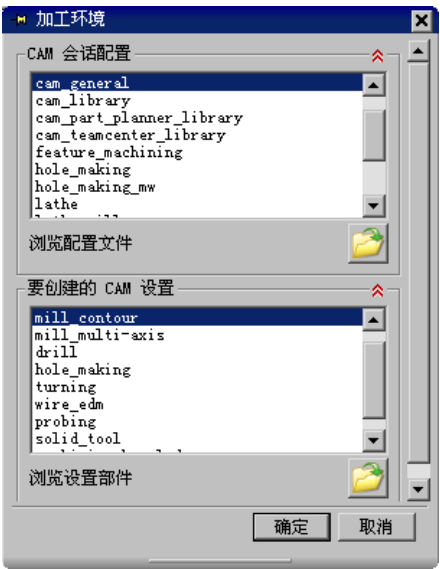

图 4.2.2 “加工环境”对话框
Step2. 进入加工环境。选择下拉菜单 开始 加工(M)... 命令，系统弹出图 4.2.2 所示的“加工环境”对话框，在“加工环境”对话框要创建的 CAM 设置列表框中选择 mill contour 选项。单击 确定 按钮，进入加工环境。